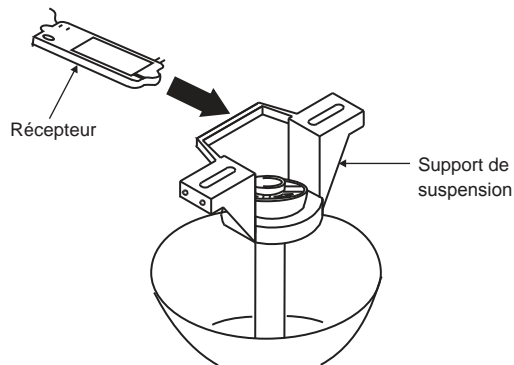

Fig. 11
**Étape 1.** Insérez le récepteur dans le support de montage au plafond avec le côté plat du récepteur face au plafond. (Fig. 11) Pour optimiser la performance, assurez-vous que l'antenne noire, à l'extrémité du récepteur, reste étendue et qu'elle n'est pas emmêlée avec les fils électriques.